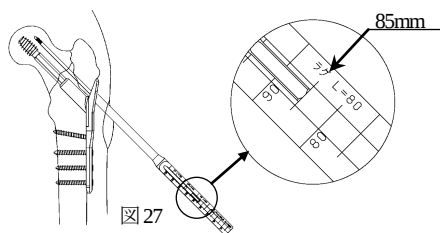

図 27
- ** 2) 3.2 ガイドピンデプスゲージの先端をつば部スクリューホール内面に押しあて、ガイドピン刺入深さを計測します。（図 27）この深さは実測値で計測されます。